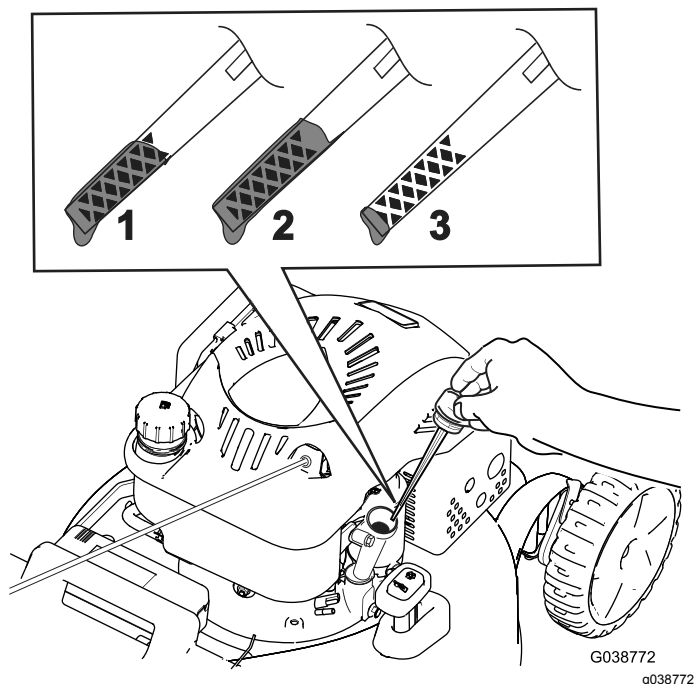

Bild 13
2. Entfernen Sie den Peilstab, indem Sie den Deckel nach links drehen und herausziehen (Bild 13).